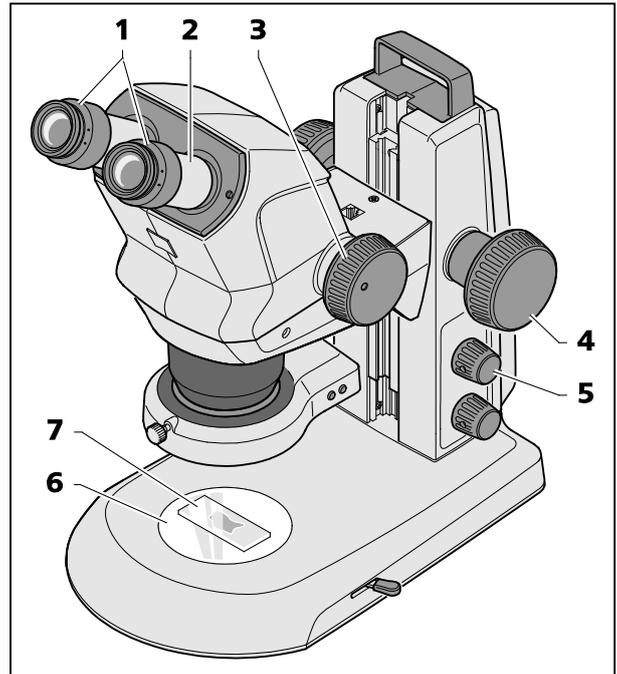

Bild 13 Stereomikroskop einstellen
1. Objekt (Bild 13/7) mittig auf die Glas- oder Kunststoffplatte (Bild 13/6) auflegen und beleuchten (Bild 13/5).
2. Dioptrienausgleich an den stellbaren Okularen (Bild 13/1) auf "0" stellen.
3. Individuellen Augenabstand durch seitliches Verschieben der Okularstutzen (Bild 13/2) einstellen, bis beim Einblick in die Okulare mit beiden Augen nur **ein** beschnittfreier Lichtkreis (Objektfeld) zu sehen ist.
4. Zoom (Bild 13/3) zuerst auf die kleinste Vergrößerung einstellen.
5. Auf ein kleines markantes Detail in der Bildmitte des Objektes fokussieren (Bild 13/4).
6. Maximalen Zoomwert einstellen (Bild 13/3). Durch die Vergrößerung wird das markante Detail wahrscheinlich wieder unscharf abgebildet und befindet sich nicht mehr in der Bildmitte.
7. Objekt durch Fokussieren scharf stellen, dann das Detail durch Verschieben des Objektes erneut suchen und wieder exakt fokussieren (Bild 13/4).
8. Danach wieder auf kleinsten Zoomwert stellen und ggf. vorhandene Bildunschärfen für jedes Auge getrennt durch Dioptrienausgleich **an den stellbaren Okularen** (nicht am Fokussierknopf, Bild 13/4) korrigieren (Augenfehlerkompensation).
- Drücken auf den Drehknopf (Bild 13/5) schaltet die Auflichtbeleuchtung ein- oder aus (Spot-Leuchte oder Doppelspot-Leuchte).